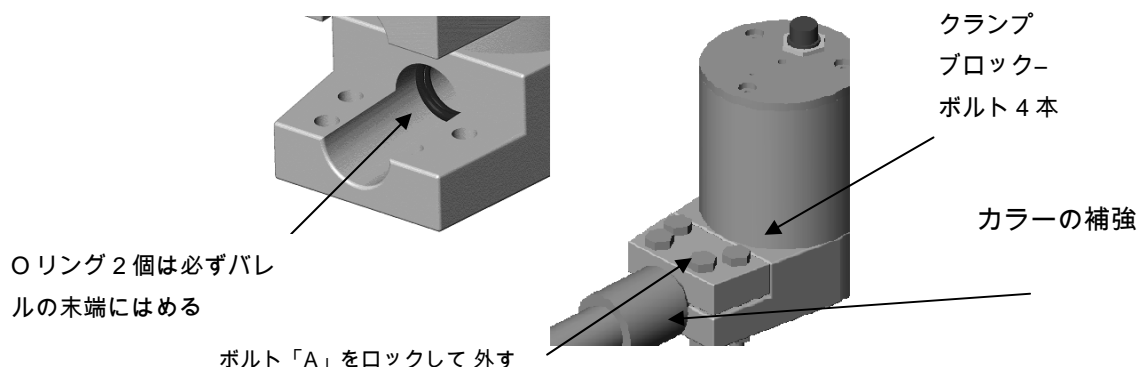

図 2 センサー本体へのセンシングアームの設置
長いセンシングアーム (700mm) のその他の特徴としては、(図 2)のとおり、アームトップ全体に装着した補強カラーがあります。これにはアームを補強する目的があります。
- 電子機器本体にあるアームクランプのボルト 4 本をゆるめ、ロックボルトを外します (A)。
- O リング 2 個をはめます。(図 2)に示すとおり、O リングは受けに対してクランプブロックの内側にある必要があります。